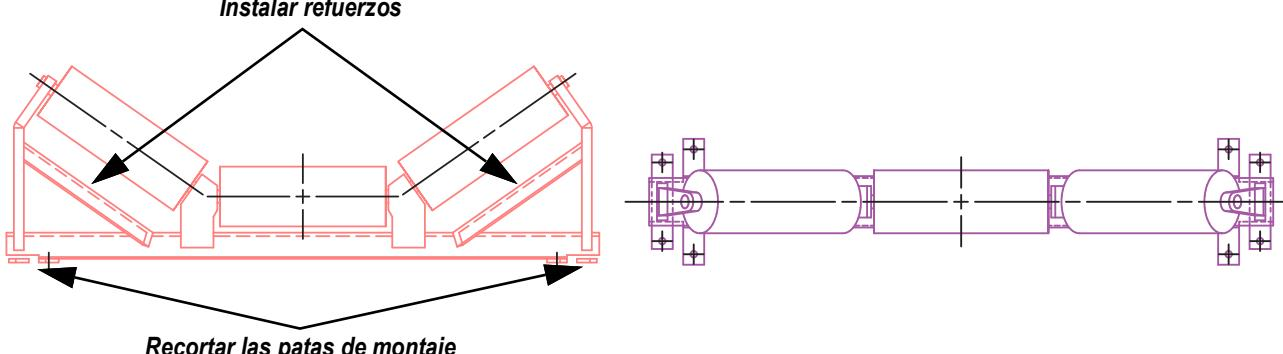

Figura 2-1. Modificación de la estación de rodillos
**NOTA:** La modificación de la estación de rodillos suele implicar el recorte de las patas de montaje existentes y del borde exterior del bastidor de la estación de rodillos. También puede implicar la soldadura de nuevas patas de montaje para atornillar en el bastidor de pesaje. Consulte en la Figura 2-1 un ejemplo de modificación de la estación de rodillas.